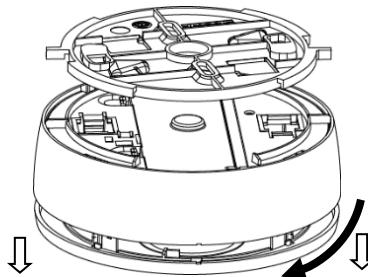

Figura 13
1. Retire el detector del soporte de montaje girándolo en sentido antihorario (*ver la Figura 13*).